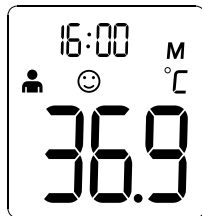

Рис. 6
2. После этого термометр автоматически сохраняет результаты 10 последних измерений. При каждом измерении также сохраняется дата, время и режим работы. После каждого нажатия на **КНОПКУ**  [символ] последовательно отображаются 10 последних значений, пронумерованных от 1 до 10. Под номером 1 отображается результат последнего измерения, под номером 10 — значение, которое было сохранено дольше всех (см. рис. 6).